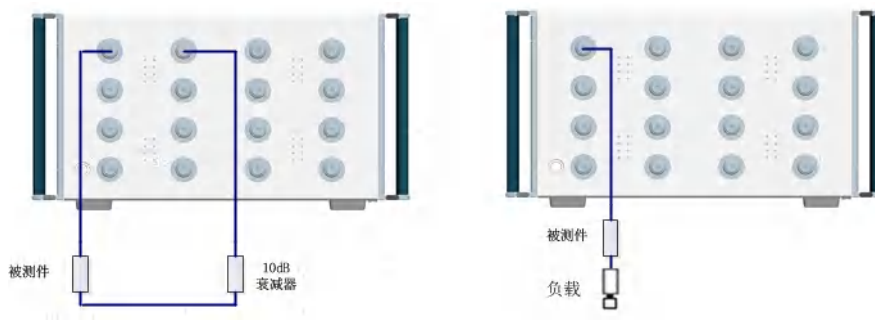

图 7.10 阻抗测量连接
- 3) 如上图7.10连接器件，进行 S0101 或 S0202 测量。